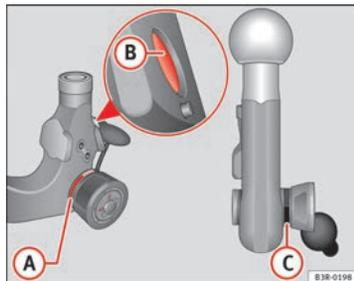

Fig. 159 Dispositivo desmontable para remolque: Rótula
- Compruebe si la marca roja (A) ⇒ fig. 159 de la rueda moleteada se encuentra en la zona negra de la rótula.
- Compruebe si las bolas del perno de bloqueo (B) que se encuentran en los orificios del vástago de encaje están hundidas.
- Compruebe que la rueda moleteada sobresalga claramente de la rótula, de forma que entre ambas quede una ranura (C).